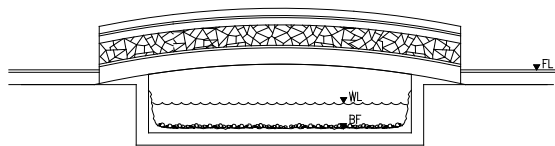

图3-73 调用素材文件
- 01** 调用素材文件。按下Ctrl+O组合键，打开配套光盘提供的“第3章/3.6.3 实战——绘制栏杆.dwg”文件，如图3-73所示。